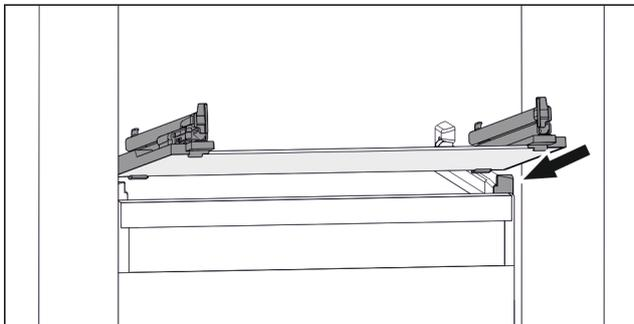

Fig. 110 Primjerni prikaz staklene ploče
- ▶ Stavite ladicu ukoso iza zaustavljača. (pogledajte Fig. 110)